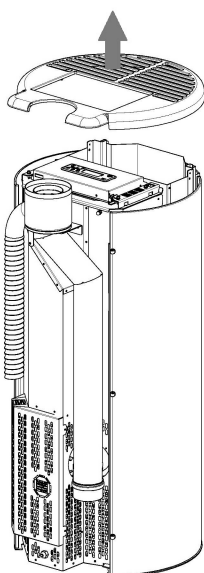

Fig. 76 - Retrait du couvercle
- Retirer le couvercle en fonte (voir **Fig. 76**).